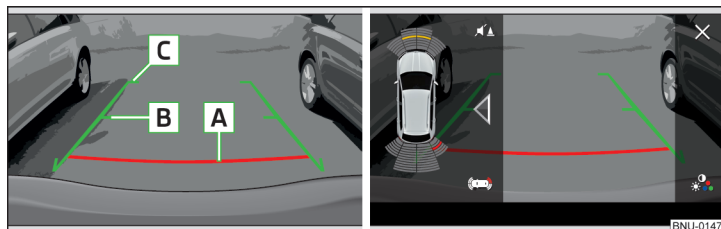

Fig. 262 Pantalla del Infotainment: Líneas de orientación / Superficies funcionales
**Distancia de las líneas de orientación detrás del vehículo » fig. 262**
**Superficies de función » fig. 262**